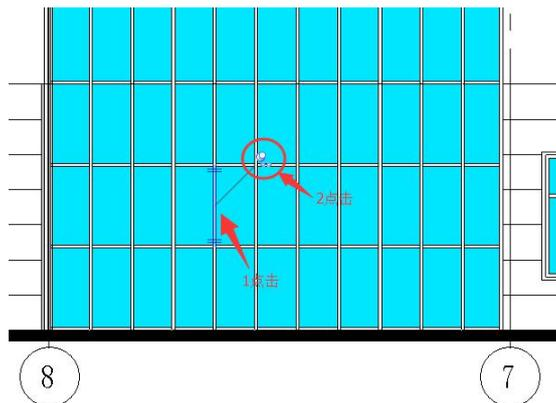
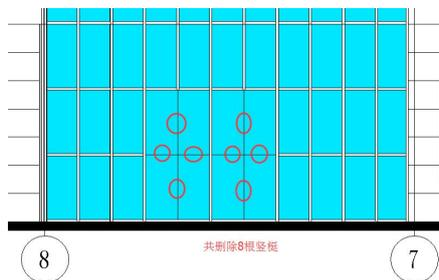

图 6-9 改变图元状态
图 6-10 需删除的竖框
- 鼠标左键点击图 6-9 中的幕墙竖梃，点击出现的“禁止或允许改变图元位置”（图 6-9），点击“修改 | 幕墙竖梃”上下文选项卡“修改”面板中的删除工具 （或键盘输入“de”删除）。同理，删除其余 7 根竖梃（图 6-10）。